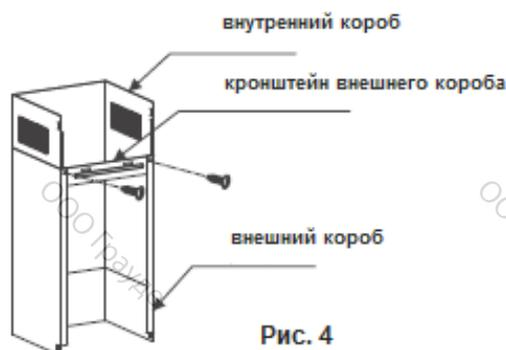

Рис. 4
- Установите кронштейн внешнего короба на свое место при помощи двух винтов ST4*8 мм. Внутренний короб должен свободно двигаться по вертикали. См. рис. 4.